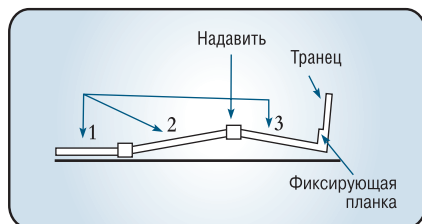

рис. 3
4. Установите профиль «Н» между пайолом №2, 3. Надавите на образованный угол до полной установки жесткого настила (рис. 3).